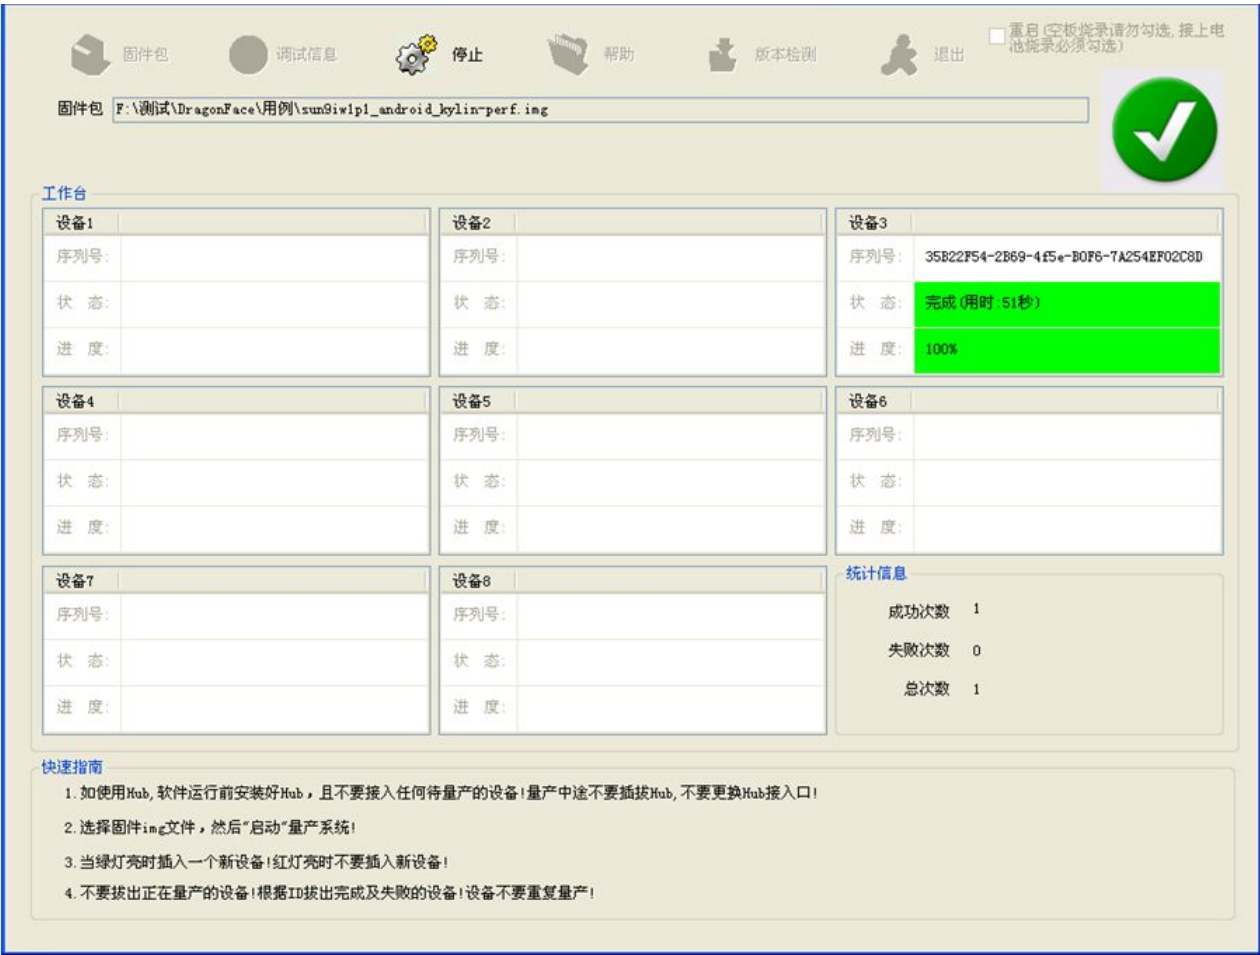

图 3.4
D. 量产完成后，出现下图（图 3.4）提示。此时可以拔出标签的 ID 号为 4 的设备 “设备 3”。